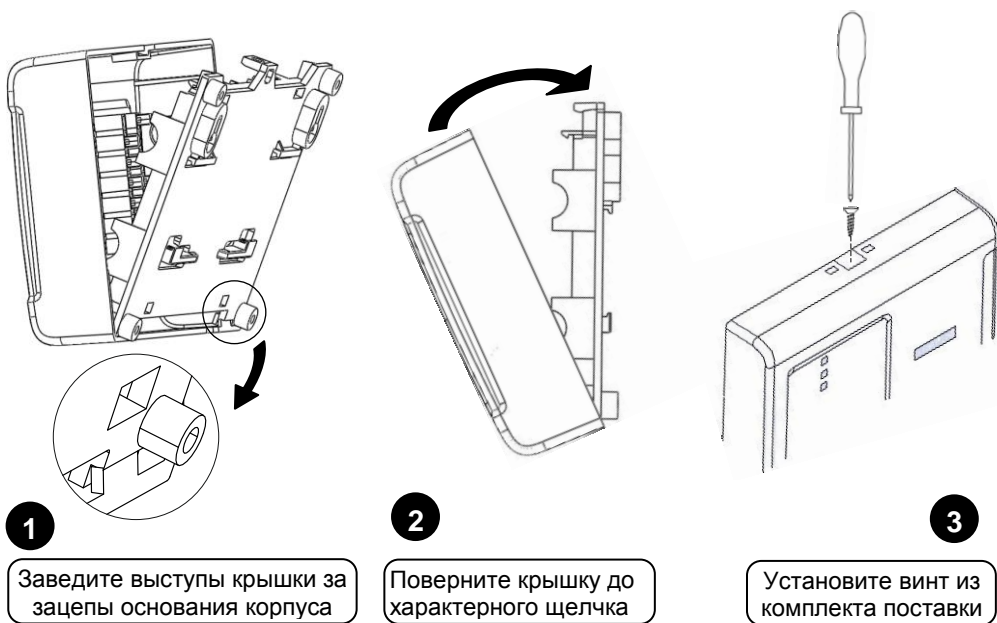

Рисунок 15. Установка крышки блока
4.6 Закройте крышку блока в порядке, указанном на рис. 15.